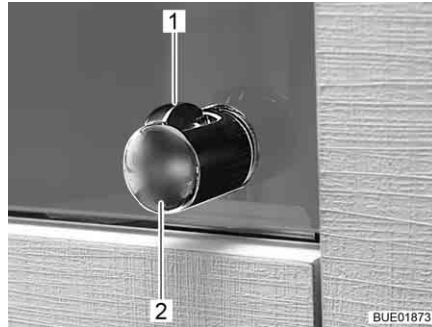

Fig. 40 Tirador con botón de desbloqueo
- Pulsar y mantener pulsado el botón de desbloqueo (Fig. 40,1).
- Tirar del tirador (Fig. 40,2) hasta que la trampilla de mueble esté abierta.